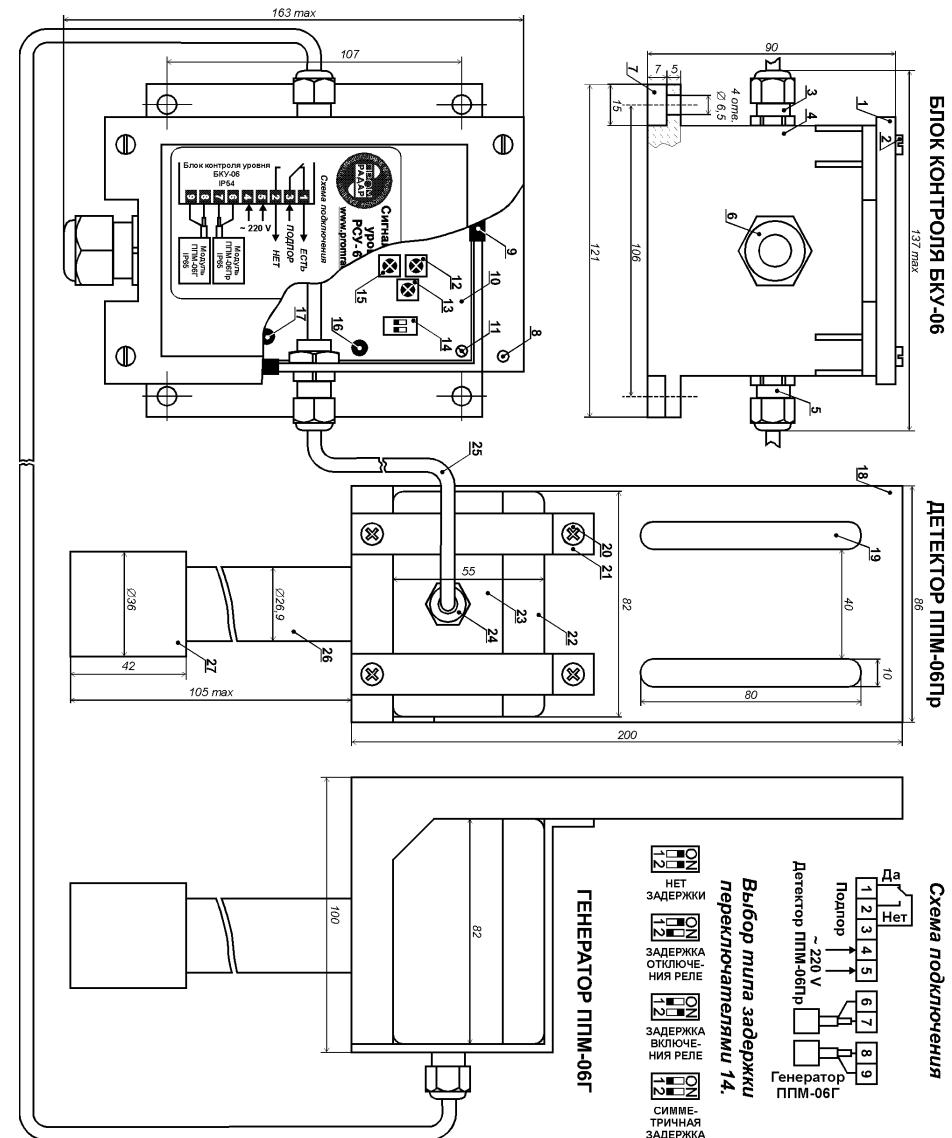

Рис. 1. Сигнализатор уровня РСУ-6.
На рис. 1 показаны конструкция, органы регулировки и схема подключения составных частей сигнализатора уровня РСУ-6.
Задержка между появлением (пропаданием) сигнала и переключением контактов реле задается регулятором «Время» и состоянием переключателей 1 и 2. Если необходима только задержка включения или задержка выключения, то размыкается один из переключателей, при необходимости симметричной задержки - оба. Состояние переключателей показано в правой верхней части рис. 1.
Проверка работоспособности и настройка производятся после монтажа, непосредственно на контролируемом объекте. Схема подключения датчика и расположение органов настройки на печатной плате показаны на рис. 1.
5. Установить переключатели времени задержки в положение «Нет задержки» (рис. 1).